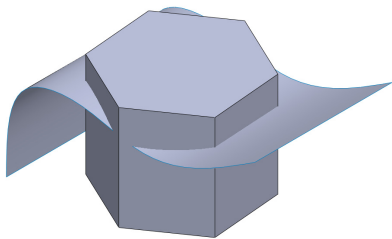

图 7-76 打开素材模型
(1) 单击常用工具栏中的【打开】按钮, 打开一幅素材模型, 如图 7-76 所示。